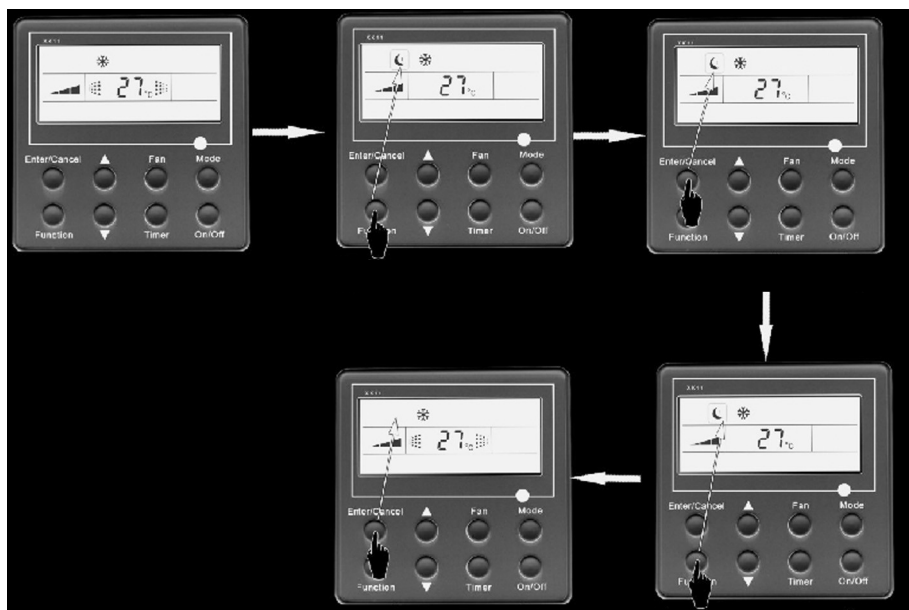

Рис. 5.8
5.2.5.1 Для установки функции Сон (Sleep) необходимо при включенном в работу кондиционере кнопкой **FUNCTION** выбрать функцию Sleep и нажать кнопку **ENTER/Cancel**. (Рис. 5.8).